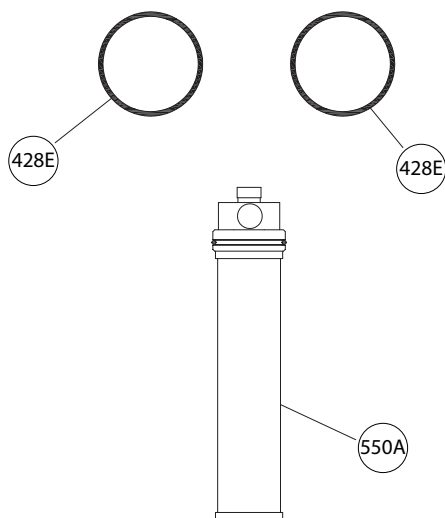

Figura 30: Kit de filtro
3. Kit de filtro de reparación RK08174A contiene un filtro nuevo (550A) y dos juntas tóricas (428E). Es necesario comprar dos kits de reparación con cada cambio de filtros, uno para el extremo con motor y otro para el otro extremo. Consulte Figura 30: Kit de filtro on page 52.